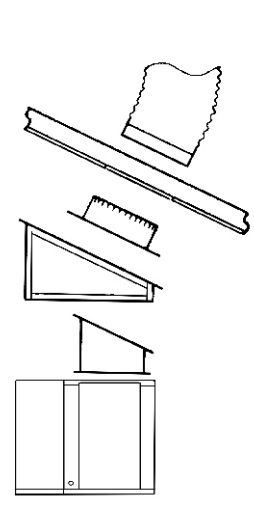

FIGURA 1
Su entrenador ya sea modelo de descarga abajo (PD) o de descarga lateral (PH). Entrenadores de descarga abajo son diseñados para su instalación en techos planos o con declive (vea figura 1). Entrenadores de descarga lateral son diseñados para su instalación en el costado del edificio, montados a nivel de tierra en una losa, o usando un ducto de transición de 90 grados, en techos con declive o planos (vea figura 2). Sistemas de aire por evaporación (descarga abajo o lateral) pueden ser conectados a un sistema de ductos de distribución con salidas de registros para cada área que se va a enfriar.